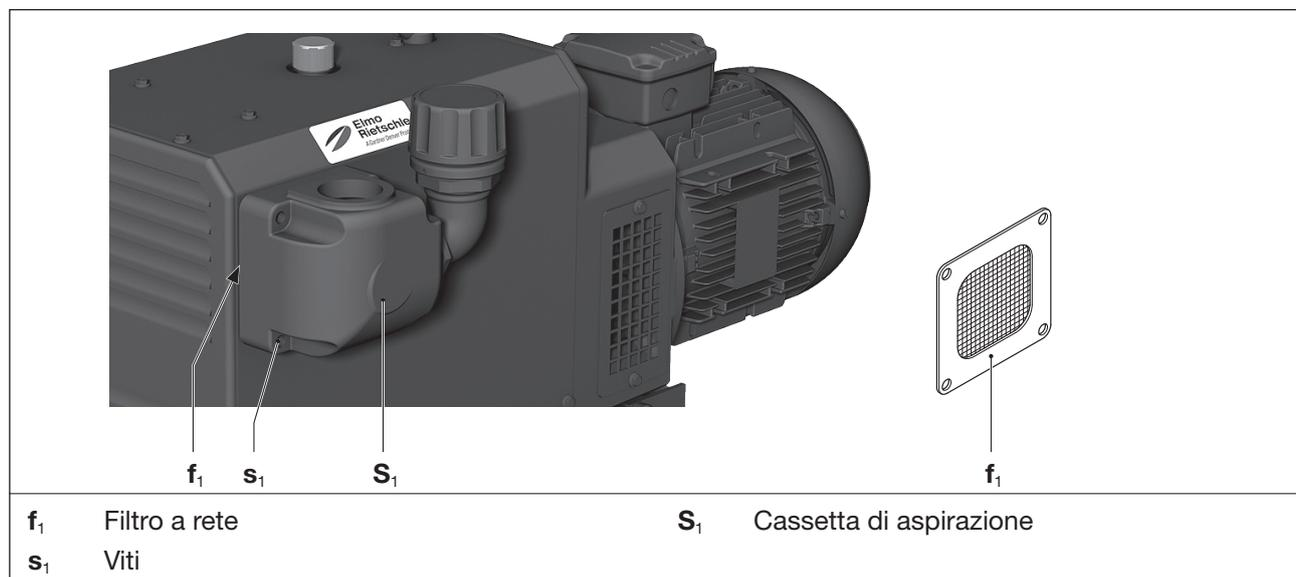

Fig. 9 Filtro a rete nella cassetta di aspirazione
- b) Allentare le quattro viti (Fig. 9/s₁) della cassetta di aspirazione (Fig. 9/S₁).
- c) Rimuovere la cassetta di aspirazione (Fig. 9/S₁) e il filtro a rete (Fig. 9/f₁) dalla pompa.